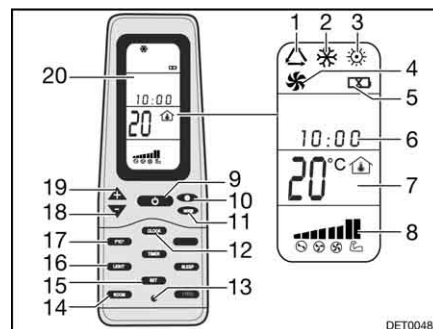

Bild 120 Fjärrstyrning
- Tryck på knappen ON/OFF (Bild 120,9).
- Tryck så många gånger på knappen "Mode" (Bild 120,11) tills önskad driftstyp (Bild 120,1, 2, 3 eller 4) visas på displayen (Bild 120,20).
- Ställ in önskad temperatur med knapparna "+" (Bild 120,19) och "-" (Bild 120,18).
- Med knappen Fläktvarvtal (Bild 120,10) väljs önskad fläktpacitet.